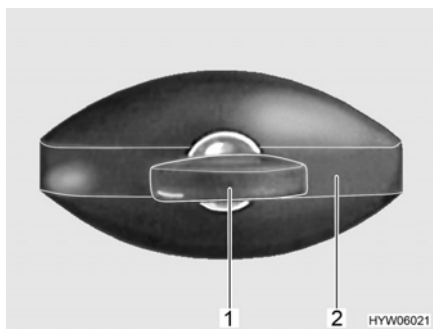

Fig. 21 Serratura dello sportello (ellittico, chiuso)
- Inserire la chiave nel cilindro della serratura (Fig. 21,1) e ruotare in senso antiorario di un quarto di giro. La maniglia della serratura (Fig. 21,2) scatta all'infuori.